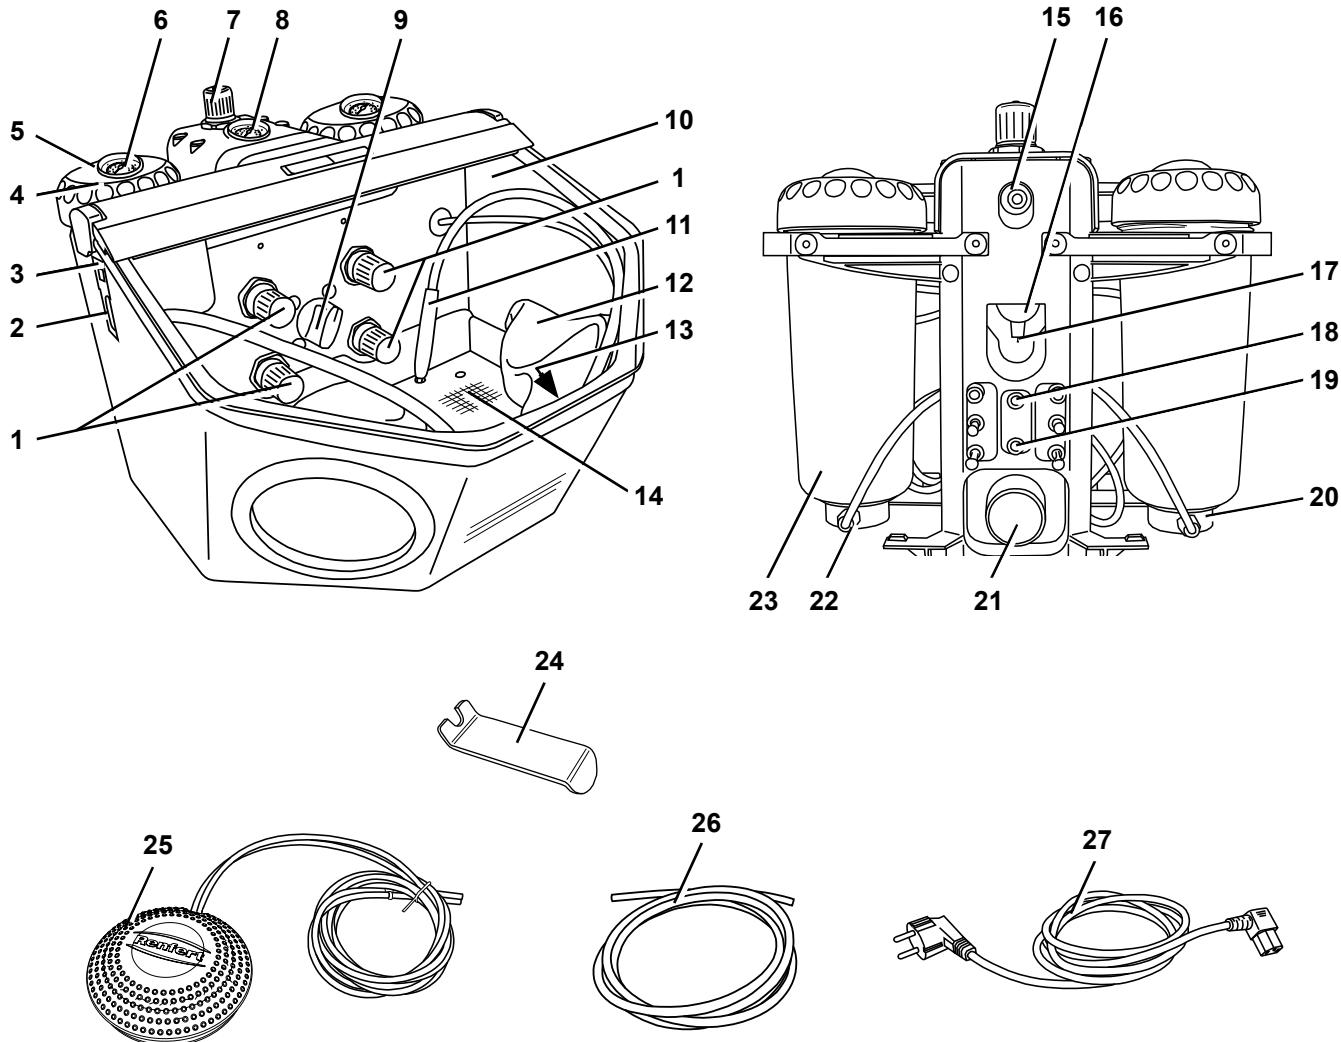

図 1
- ・圧力が必要レベル(テクニカル・データを参照)に達しているかどうかを点検してください。ナノメーター上の表示画面に表示されます(8, 図 1)。
エアーノズル(13、図1)を使用して、サンドブラスティング残留物や塵を除去することができます。
- ・選択スイッチでプラスティング・タンクを選択してください(9、図1)。
- ・フットスイッチの電源を入れて下さい(25、図1)。